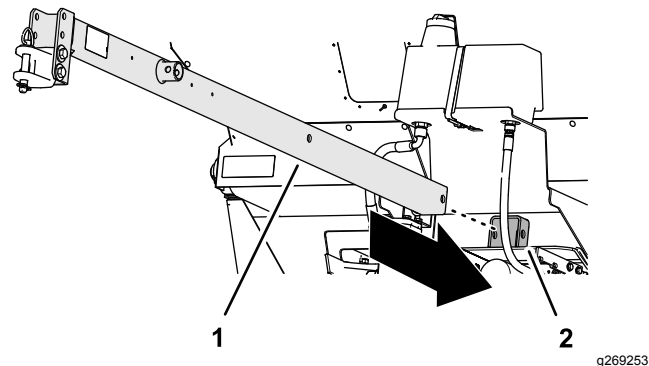

Bild 3
1. Führen Sie die Zugdeichsel durch das vordere Aufnahmerohr, den Rahmen der Maschine und das hintere Aufnahmerohr (**Bild 3**).